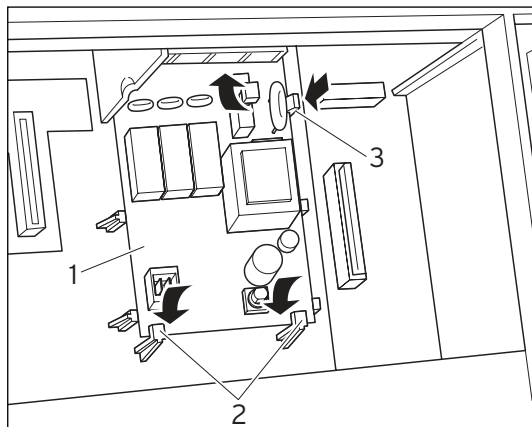

Fig. 3.1 Printkortet klikker fast
- Skyd printkortet (1) ind under holdetungerne (2) (se fig. 3.1).
- Tryk printkortet forsigtigt ind mellem centreringsrillerne i holderne (**3**) (fig. 3.1), indtil printkortet klikker fast.